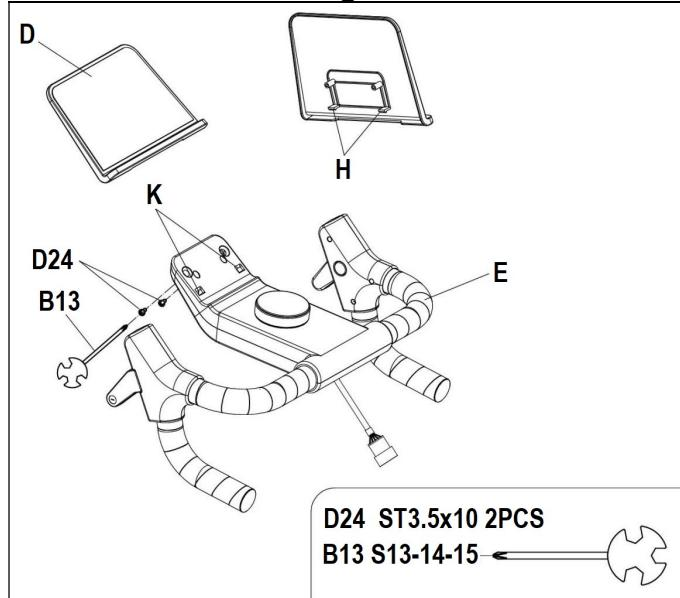

Fig.3
Conecte el cable del monitor (E03) con el cable de la tija (E04), Fig.3.
Posicione el manillar (E) en la tija de manillar (A02), Fig.3, apriete con los tornillos (D23).